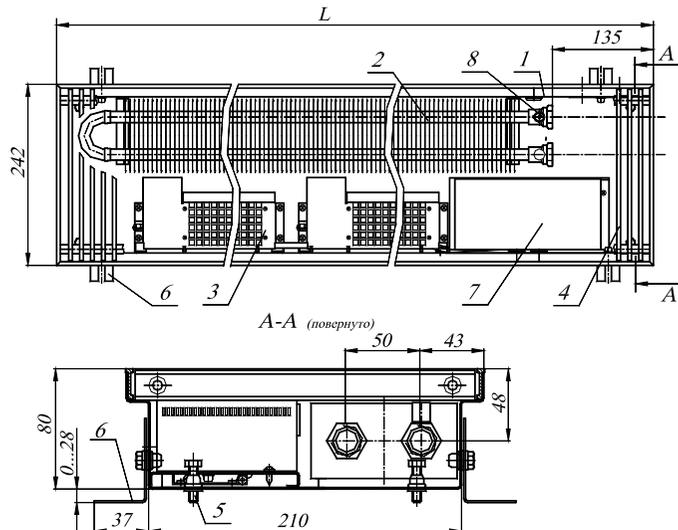

Рис.1 Конвектор КВК 24.08.060...300-ВКТ (ВТ, ВРТ) - П
- 4.1. Конвектор имеет следующие основные части (см. рис.1):